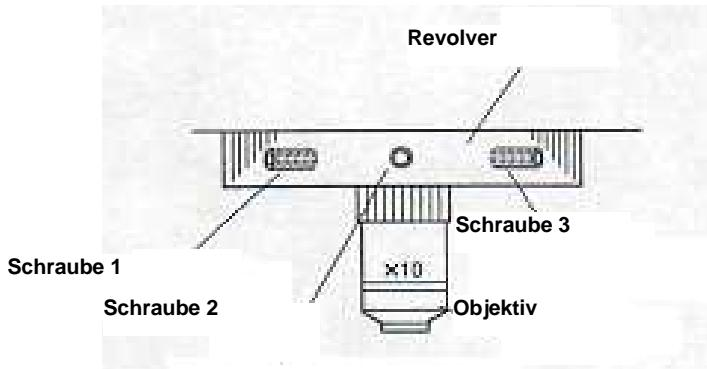

Abbildung 6-11 Schrauben einstellen
5. Mit der gedrückten Taste 'Papiervorschub' wird das Druckerpapier eingezogen. Wenn das Papier aus der Öffnung vollständig austritt, können Sie diese Taste los lassen. (siehe Bild 6-11)
Wenn der Eindruck außerhalb der Mitte des Sichtfeldes liegt, können Sie es nach der folgenden Anleitung einstellen. (Siehe Abbildung 6-11).